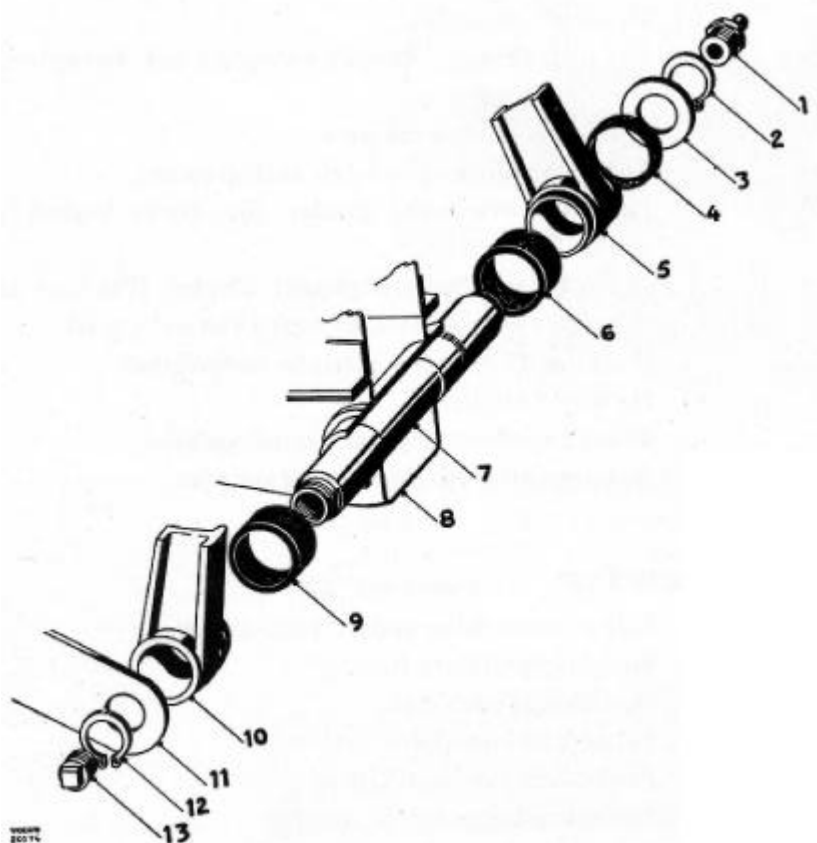

Abb. 22 Aufbau der Pedalachse
2. Seegerring (12, Abb. 22) vom inneren Ende der Pedalachse entfernen. Pedalachse nach außen herausnehmen und Pedale abnehmen.
1. Unterlegscheibe (3, Abb. 22) über das mit einer Nut versehene Ende der Achse führen und mit Seegerring (2) sichern.
2. Pedalbuchsen dünn mit Kugellagerfett schmieren. Den schmalen Gummiring (4) an der nach außen weisenden Seite und die Gummimanschette (6) auf der innenliegenden Seite des Kupplungspedals anbringen.